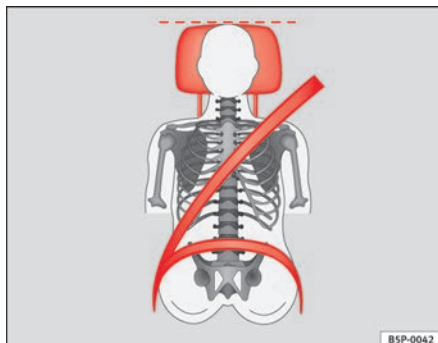

Fig. 12 Faixa do cinto de segurança e do encosto de cabeça regulados correctamente, vistos de frente
- A faixa do ombro deve passar aproximadamente ao meio do mesmo. O cinto de segurança tem de ficar bem cingido ao tronco do ocupante ⇒ **fig. 12.**